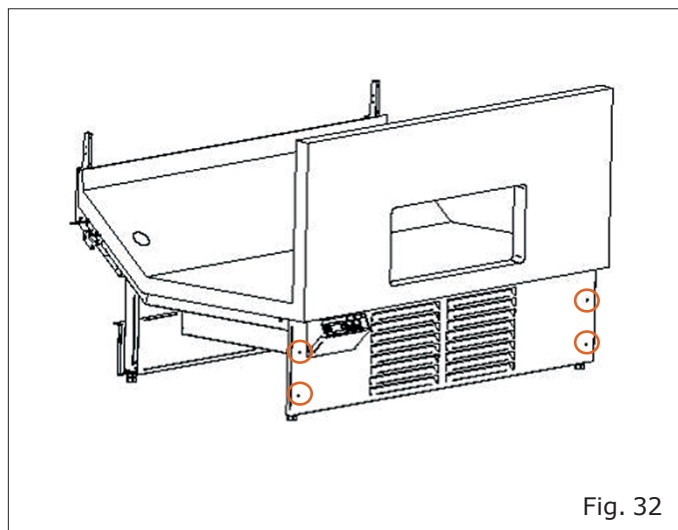

Fig. 32
- Retire el panel protector quitando los tornillos en las ubicaciones marcadas (Fig. 32).